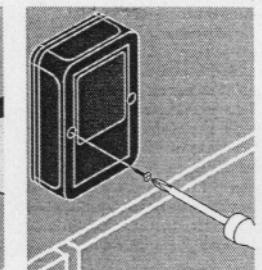

Fig. 13 / Bild. 13
- Fissare il coperchio per mezzo delle 2 viti in dotazione (Fig. 13).